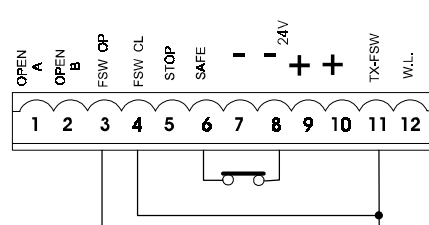

Рис. 7
**NB.: Если никакие устройства не подключаются, выводы FSW OP и -TX FSW соединяются перемычкой (рис. 7).**
**NB.: Если никакие устройства не подключаются, выводы FSW CL и -TX FSW соединяются перемычкой (рис. 7).**
**NB.: если «граничные» датчики не подключены, необходимо установить перемычку между клеммами SAFE и “-“ (рис. 7).**